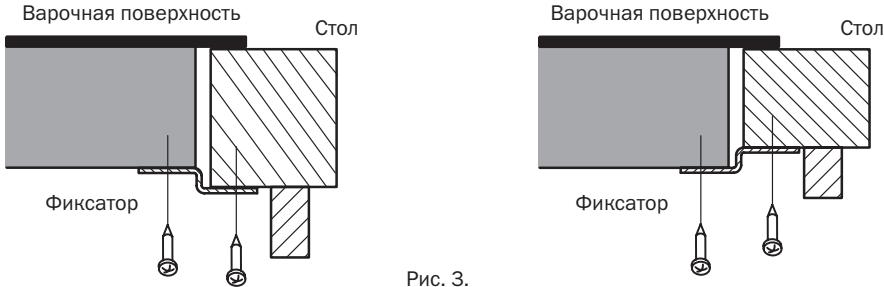

Рис. 3.
9. Фиксаторы, входящие в комплект варочной поверхности, предназначены для ее крепления к столешницам толщиной от 30 до 50 мм. Схема крепления варочной поверхности показана на Рис. 3. Для надежного крепления варочной поверхности используйте все фиксаторы.